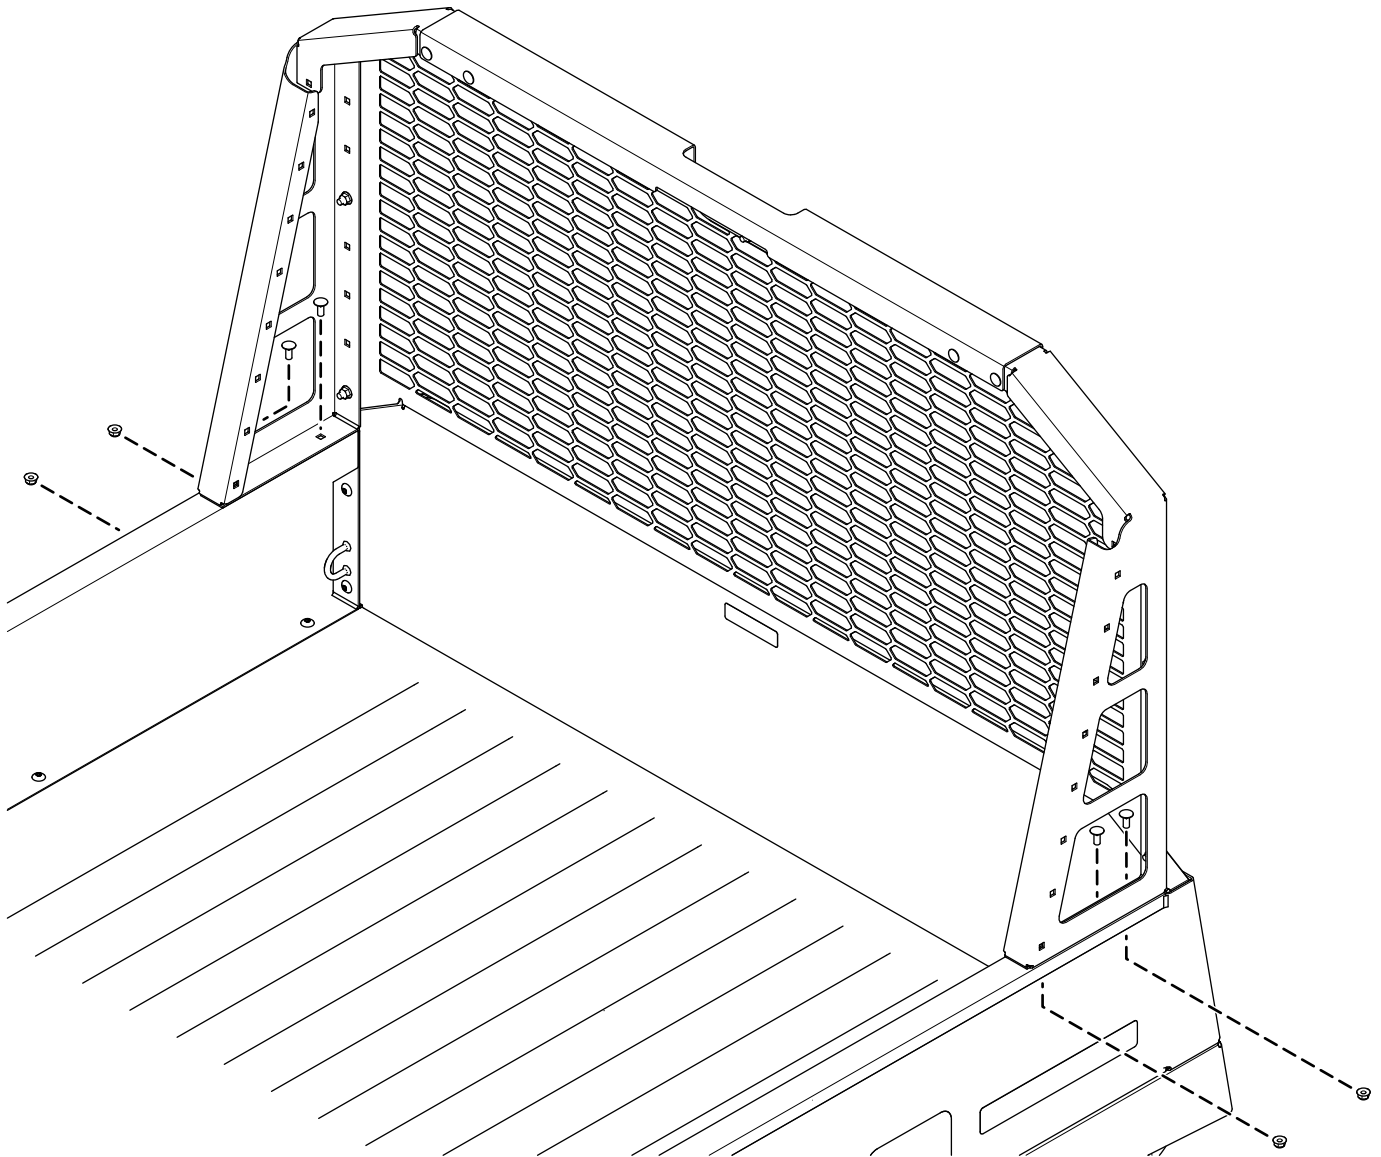
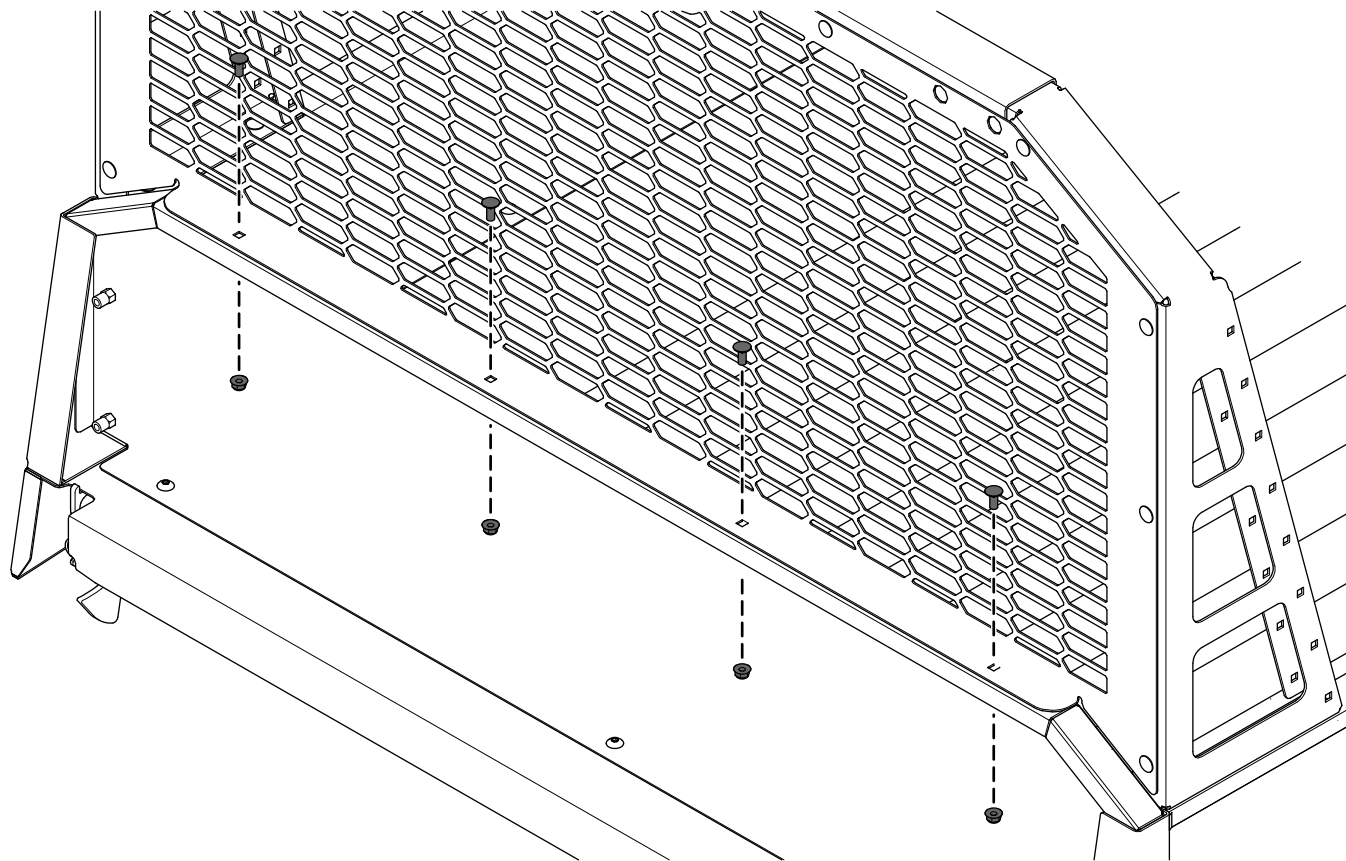

Bild 5
Bild 6
8. Legen Sie die Regalbaugruppe auf die Ladepritsche und befestigen Sie die Regalbaugruppe locker mit 8 Schlossschrauben (5/16" x 3/4") und 8 Sicherungsmuttern (5/16") an der Ladepritsche, wie in Bild 5 und Bild 6 dargestellt.